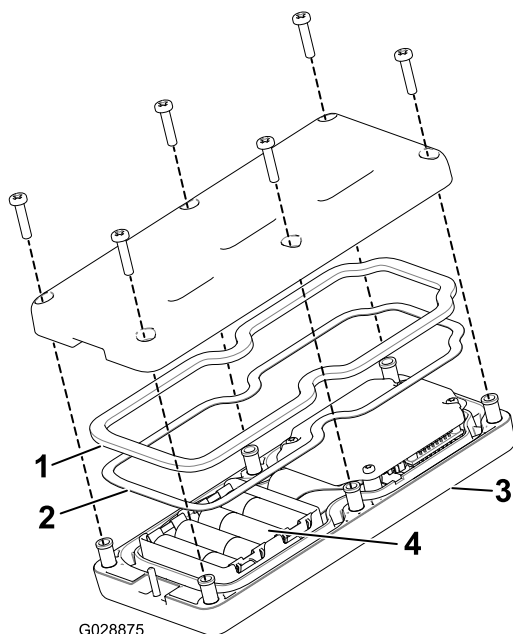

Figura 46
3. Îndepărtați cele 6 uruburi de la partea din spate a telecomenzii și scoateți capacul (Figura 46).
- Montați bateriile în compartimentul acestora, respectând polaritatea corectă. Compartimentul este gravat cu marcaje privind polaritate pentru fiecare bornă (Figura 46).
- Dacă ai îndepărtat accidental garnitura din cauciuc și garnitura din oel, amplasai-le cu grijă în canalul telecomenzii portabile (Figura 46).
- Puneți la loc capacul și fixați-l cu cele 6 uruburi îndepărtate anterior (Figura 46) și strângeți-le la un cuplu de 1,5 - 1,7 Nm.